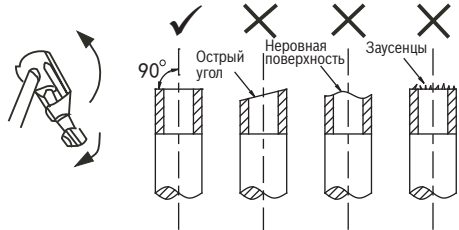

Рис. 5-1
- 1) Отрежьте трубу ножом (см. Рис. 5-1)